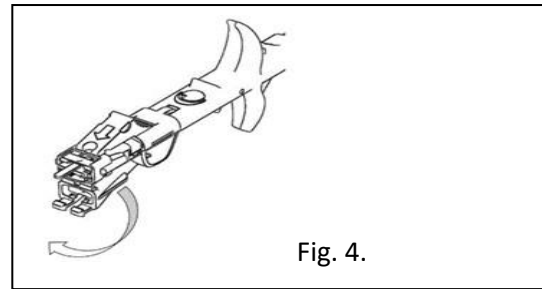

Fig. 4.
6. Détacher soigneusement le bec de la cartouche de son crochet. Assurez-vous de ne pas endommager l'embout du bec de la cartouche. Remonter le bec de la cartouche à 180° jusqu'au clic comme montré sur la Fig. 4.